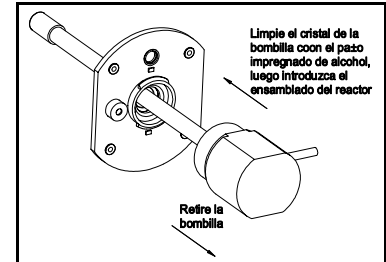

Figura 5
8. Limpie el cristal de la bombilla con el paño impregnado del alcohol proporcionado. Luego, introduzca la bombilla en el agujero central en la base de montaje. (Consulte la figura 5.) El cable de energía debe estar a un ángulo de 90° en relación con la mirilla de la base de montaje.
2. Retire el ensamblado del reactor y la bombilla de la base de montaje. (Consulte la figura 5.)
7. Deslice la bombilla a través del agujero en la base de montaje. (Consulte la figura 5.)